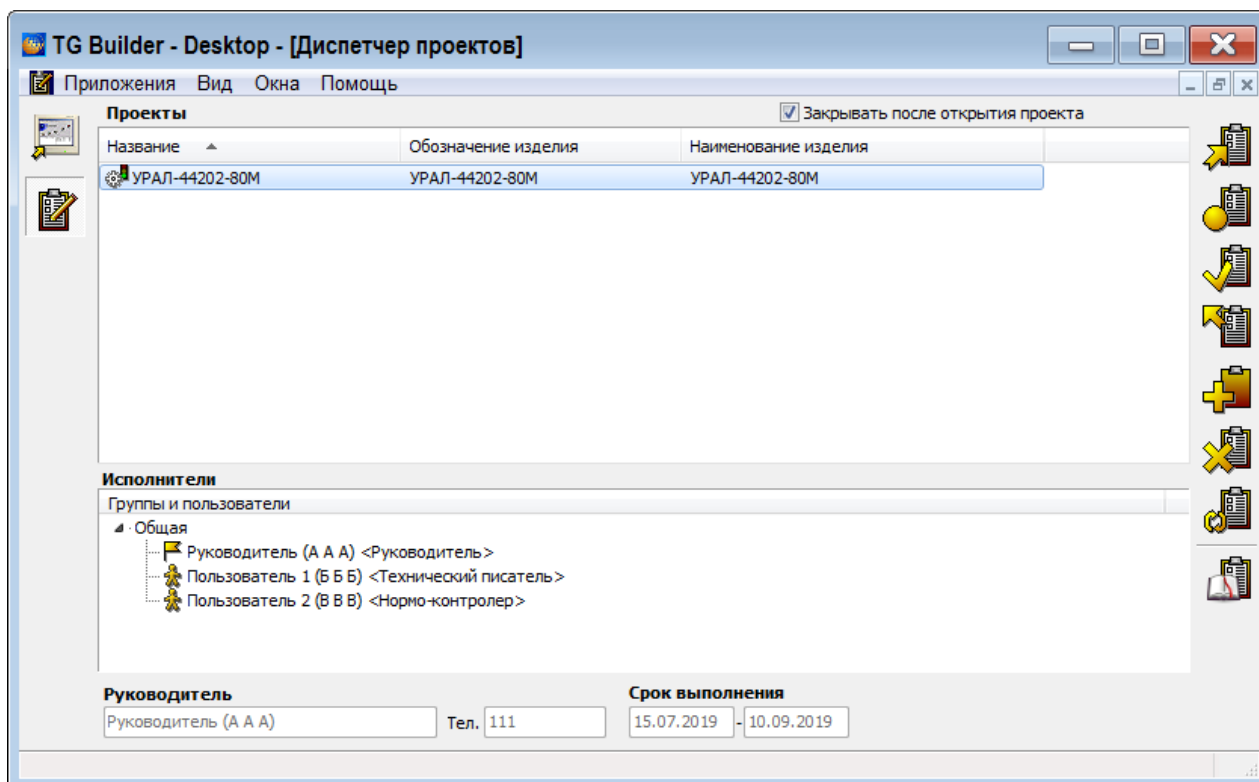

Рисунок 35
- 1) Откройте диалоговое окно **Диспетчер проектов** (рисунок 35).